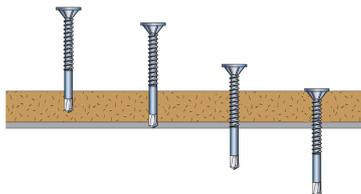

Figure 1 - Principe de mise en oeuvre
(5) Caractéristiques des matériaux :
(6) Conditions de mise en oeuvre :
- Fonctionnalité : Permet la fixation d'élément en bois sur support métallique. Fixation équipée d'une pointe pilote permettant le contre-perçage de l'élément bois et du support métallique avant taraudage. Permet de garder l'élément bois plaqué sur le support métallique en évitant sa remontée lors du perçage (figure1).